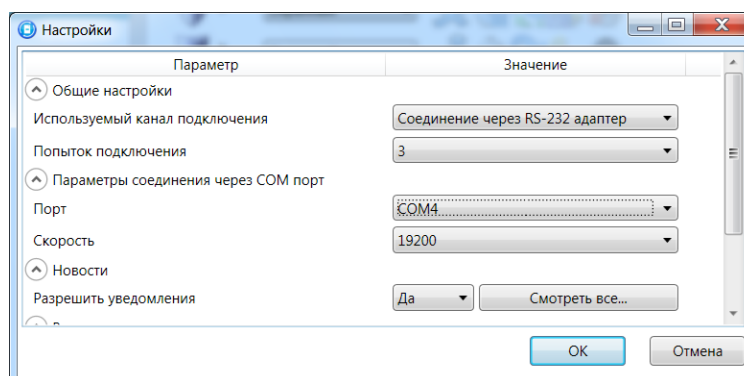

Рис. 7.1. Окно *Настройки*
2. Щелкните левой кнопкой мыши по меню *Настройки* в основном окне программы *Конфигуратор Профессионал 4.7*, в результате чего откроется окно *Настройки* (рис. 7.1).